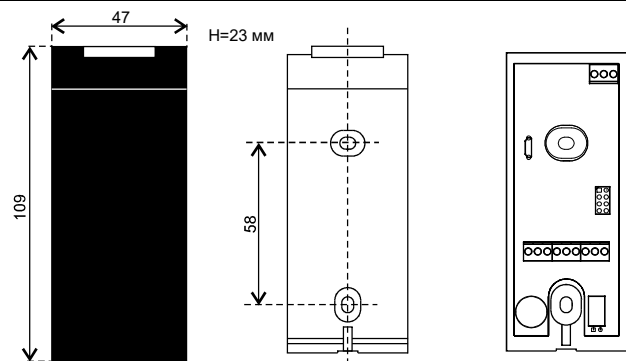

Рис.7 Габариты и монтажные отверстия.
- разметьте\* и просверлите отверстия для крепления под размер отверстий считывателя (рис.7);